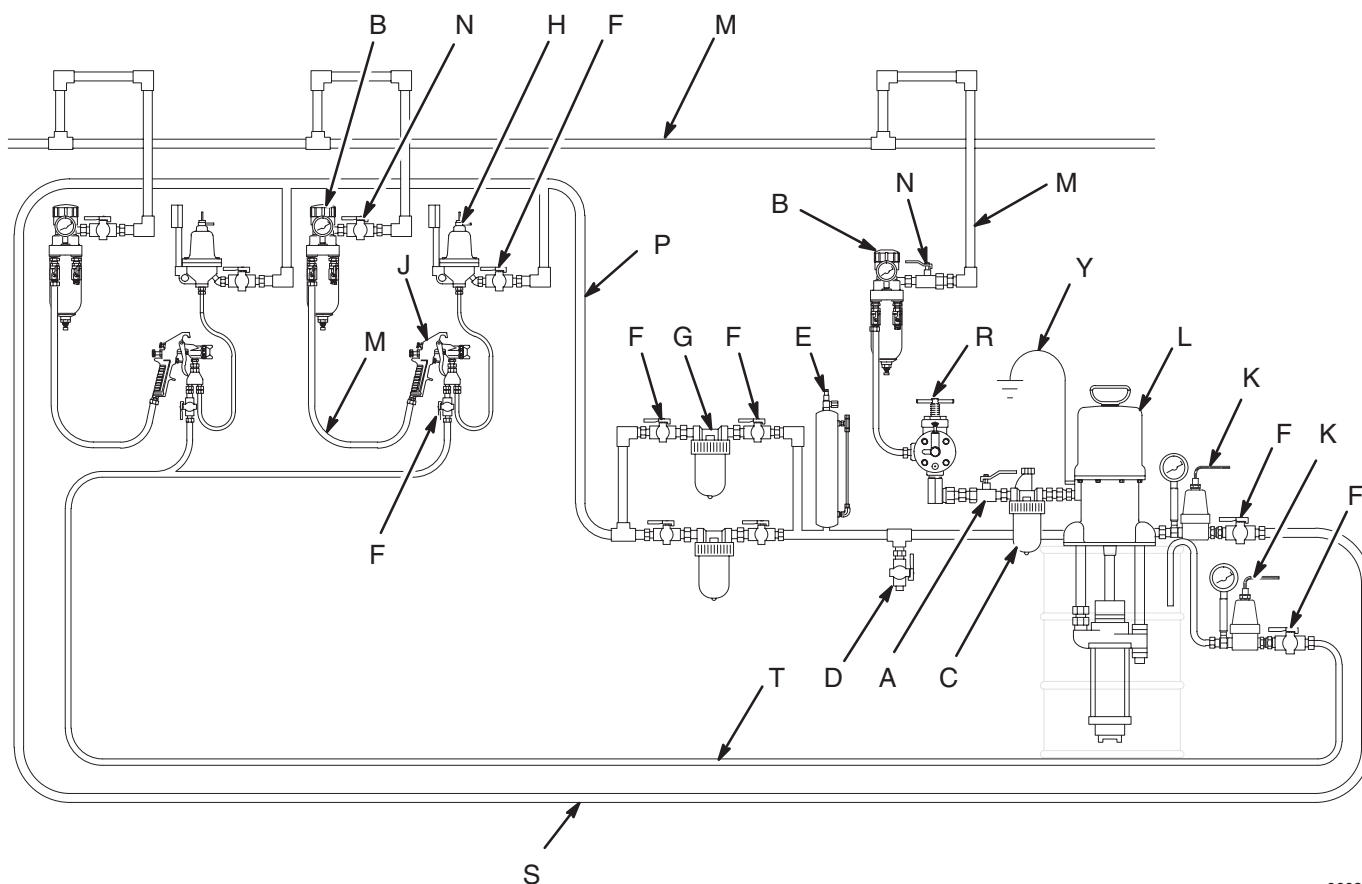

Abb. 2 06089
Abb. 2 ist nur eine Richtlinie zur Auswahl und Installation von Systemkomponenten und Zubehör. Ihr Graco-Händler hilft Ihnen gerne bei der Zusammenstellung eines auf Ihre individuellen Anforderungen abgestimmten Systems.
1. Siehe Abb. 2. Spritzdüse von der Pistole abnehmen. Siehe Pistolen-Betriebsanleitung.
3. Den Luftfilter/Regler (B) an der Pumpe schließen.
4. Materialentlastungsventil (D) schließen.
9. Den Luftfilter/Regler (B) öffnen, bis die Pumpe anläuft. Pumpe langsam laufen lassen, bis die gesamte Luft entwichen ist und das System vollständig mit Material gefüllt ist. Immer mit dem kleinsten Druck arbeiten, der notwendig ist, um das gewünschte Ergebnis zu erzielen. Höherer Druck führt zu vorzeitigem Verschleiß von Düse und Pumpe.